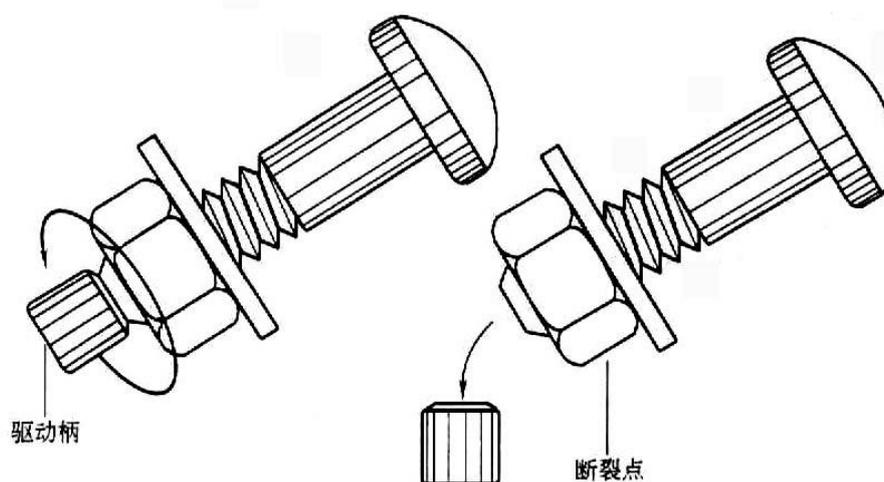

图 116 折断螺栓具有外部驱动柄并在转矩的作用下折断
- ④ 折断螺栓法 具有外部驱动柄，在达到预定转矩时驱动柄在断裂点处断裂，如图 116 所示。驱动柄在驱动装置的带动下转动。